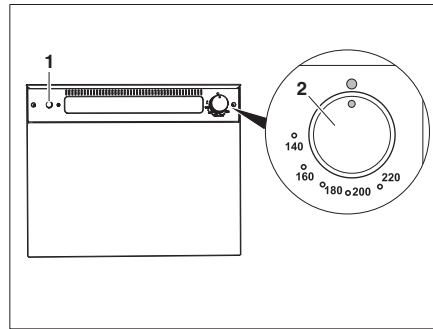

Fig. 262 Four à gaz (Thetford)
- Appuyer légèrement sur le bouton tournant (Fig. 262,2) et le tourner vers la gauche sur une position quelconque.
- Appuyer plusieurs fois sur l'interrupteur d'allumage (Fig. 262,1) jusqu'à ce que la flamme brûle.
- Tourner le bouton tournant (Fig. 262,2) sur "O". La flamme s'éteint.